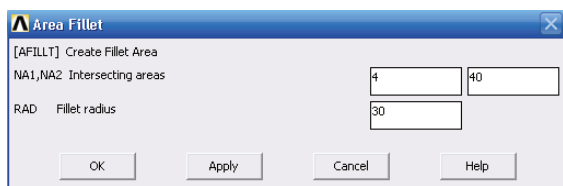

图 2-66 面倒角对话框
56) 选择 Main Menu | Preprocessor | Modeling | Create | Areas | Area Fillet 命令, 出现 Area Fillet 拾取菜单, 在输入栏中输入 4, 40, 单击 OK 按钮, 出现 Area Fillet 对话框, 在 NA1,NA2 Intersecting areas 后面的 2 个输入栏中依次输入 4、40, 在 RAD Fillet radius 输入栏中输入 30, 如图 2-66 所示。